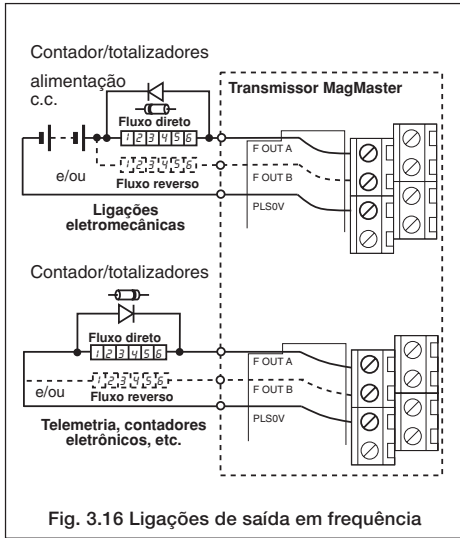

Fig. 3.16 Ligações de saída em frequência
Alguns transmissores posteriores contam com uma configuração de ligação do sensor (ficha e tomada) alternativa (ver Fig. 3.16)
3.4.1 Saídas de frequência – Fig. 3.16